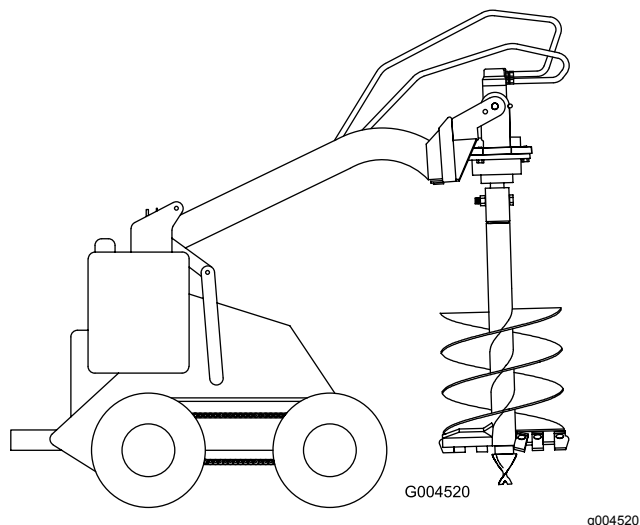

Figura 9
13. Levante el taladro del suelo (Figura 9).
14. Cuando el taladro esté en posición vertical, incline la placa de enganche hacia atrás hasta que el cabezal de transmisión entre en contacto con la placa de enganche para estabilizar el taladro y evitar que se balancee libremente (Figura 9).
1. Levante el taladro de modo que no toque el suelo y esté en posición vertical (Figura 9).